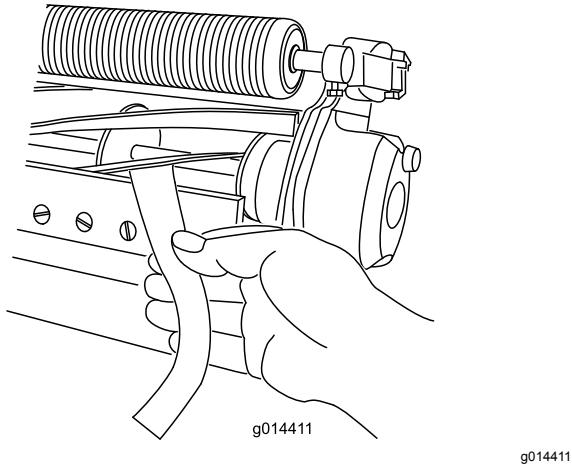

Figura 5
- Testate le performance di taglio inserendo una lunga striscia di carta per le performance di taglio tra il cilindro e la controlama, perpendicolarmente al cilindro e alla controlama (Figura 5). Lentamente ruotate il cilindro in avanti per tagliare la carta.